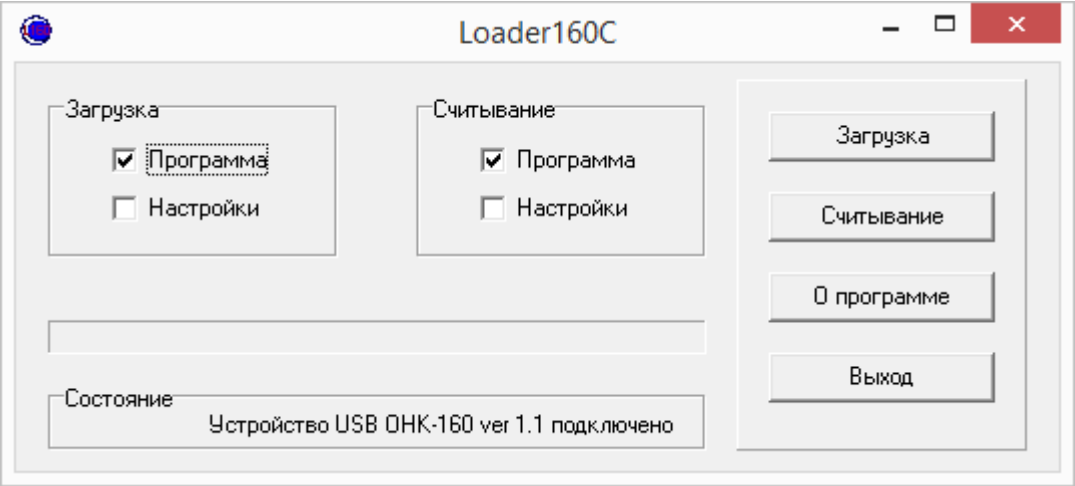

Рисунок 26. Подключение ОНК-160С.
- 8. В течение 15 секунд в появившемся окне «Программирование ОНК-160С» (Рисунок 26) в разделе «Управление» нажать кнопку «Подключить ОНК-160С».